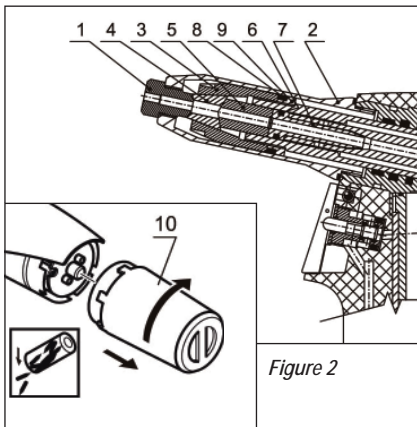
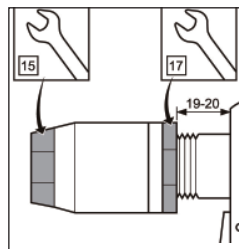

Figure 2
Figure 3
Déconnecter l'alimentation en air comprimé, dévisser l'embout frontal (figure 2 – repère 2) avec une clé de 23, poser la clé de 15 sur la mâchoire de serrage (figure 2 – repère 3) et la clé de 17 sur le contre-écrou (figure 2 – repère 9) et desserrer. Dévisser le manchon de serrage, remplacer les mâchoires de serrage (figure 2 – repère 4) et le poussoir de mâchoire de serrage (figure 2 – repère 5). Puis revisser le manchon et sortir le conduit d'aspiration (figure 2 – repère 7) en raccordant brièvement la riveteuse à l'air comprimé. Le conduit d'aspiration peut être retiré après débranchement de l'amenée d'air comprimé et enlèvement du manchon. Tous les filetages sont du type filet à droite. Nettoyer complètement les pièces démontées et examiner leur état, notamment les pièces suivantes :
1) **Mâchoires de serrage** (figure 2 – repère 4) Remplacer les pièces usées ou endommagées. Enlever les salissures avec une brosse métallique.
2) **Embout, poussoir de mâchoires de serrage** (figure 2 – repère 1,5) Vérifier l'état d'usure du réducteur.
3) **Ensemble tube** (figure 2 – repère 6) Souffler de l'air dans le tube. Si le passage n'est pas libre (obstruer par des clous de rivet), remplacer le tube.
4) **Joint torique** (figure 2 – repère 7) Remplacer les joints toriques usés.
5) **Embout** (figure 2 – repère 2) Vérifier l'absence de dommage à l'intérieur (Ø 18).
6) **Segment racleur** (figure 2 – repère 8) Remplacer le segment s'il est usé ou endommagé.
7) **Bol collecteur** (figure 2 – repère 10) Si le bol collecteur est endommagé, le remplacer pour empêcher les projections de clous lors de l'aspiration.
Mettre une goutte d'huile lubrifiante (nous recommandons l'huile hydraulique HYSPIN AWHM 32 CASTROL) sur l'extérieur des mâchoires de serrage (figure 2 – repère 4).
Mettre une fine couche de lubrifiant plastique MOGUL LV 2-3 sur le conduit d'aspiration et le joint torique (figure 2 – repères 6,7). Le réglage des mâchoires de serrage s'effectue comme indiqué sur la figure 3.